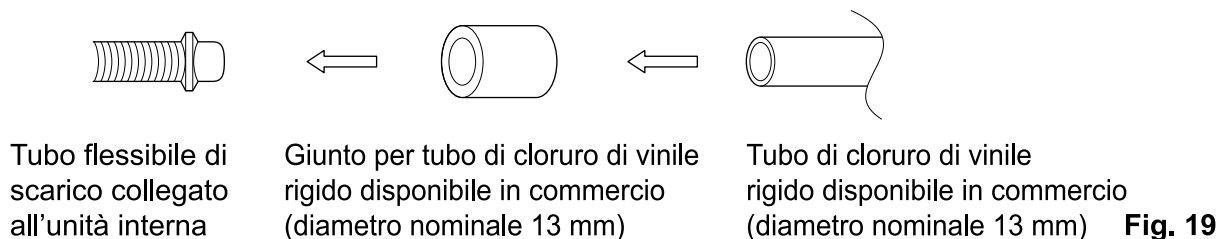

Fig. 19
- Per collegare direttamente un tubo di cloruro di vinile duro (diametro nominale 13 mm) al tubo flessibile di scarico fissato all'unità interna (ad esempio per tubazioni incassate e affini), utilizzare un giunto di cloruro di vinile duro per tubi (diametro nominale 13 mm) di tipo disponibile in commercio. **(Fare riferimento alla Fig. 19)**